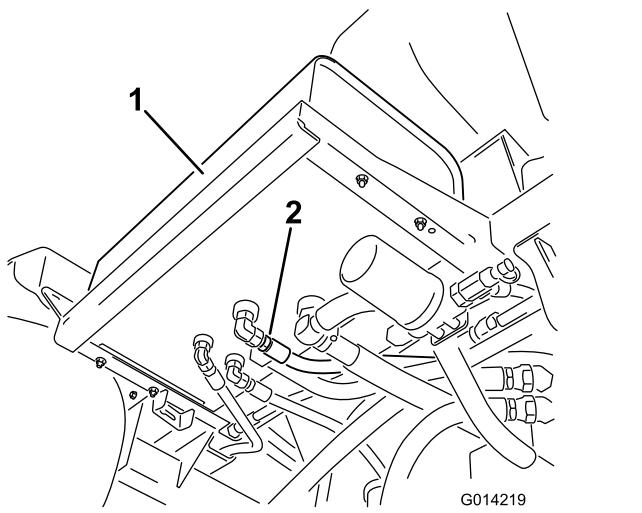

Bild 108
2. Reinigen Sie den Bereich um ein Hydraulikschlauch-Anschlussstück unten am Hydraulikölbehälter (Bild 108).
4. Nehmen Sie das Schlauch-Anschlussstück vom Behälter ab und lassen das Öl in die Wanne laufen (Bild 108).